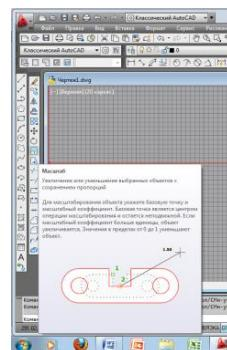

Рисунок 5.20 - Масштабирование объектов
- щелчком мыши по кнопке на панели инструментов «Редактирование», из строки меню «Редактировать» - «Масштаб» (рисунок 5.20).